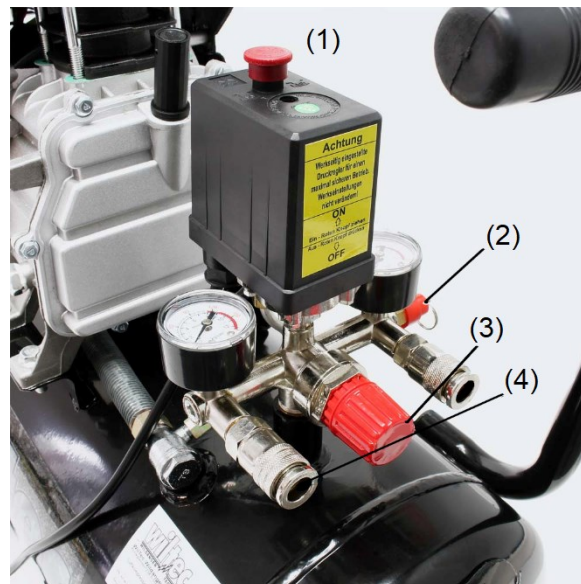

Figure 2
- Ouvrez la valve de sortie, mettez le bouton du pressostat sur « **ON** » (allumé) (**fig. 2**) et laissez le compresseur tourner pendant 10 min sans charge pour vous assurer que les éléments mobiles sont lubrifiés avant le fonctionnement régulier.
- Le compresseur est commandé en fonctionnement normal par un interrupteur à pression. Celui-ci s'arrête automatiquement lorsque la pression augmente jusqu'à la valeur maximale et est redémarré lorsque la pression revient à la valeur minimale. La pression nominale a été réglée pendant la production. Ne la changez pas à la légère. Lorsque le moteur a arrêté l'air comprimé dans la conduite sous pression, l'air comprimé doit s'évacuer à travers la valve de sortie située sous l'interrupteur. Ceci est une condition nécessaire pour un redémarrage, faute de quoi le moteur sera endommagé. La pression nominale peut être réglée par l'intermédiaire de la vis de régulation de l'interrupteur qu'il faut tourner (**fig. 2**).
- La pression de sortie de l'air comprimé peut être réglée par l'intermédiaire d'une valve de régulation (**fig. 2**). Tirez le bouton du régulateur vers le haut et tournez-le dans le sens horaire pour augmenter la pression.